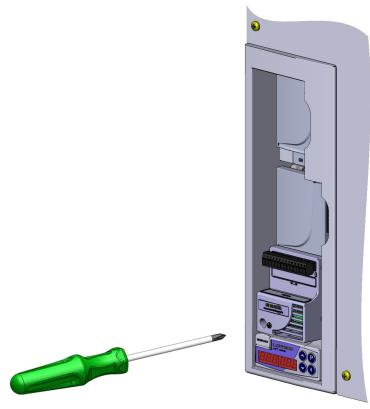

Figura 2: Fijación del tornillo de aterramento del accesorio
- Conectar el accesorio en el slot e fijar el tornillo de aterramento del accesorio al convertidor de frecuencia, conforme indicado por la Figura 2.